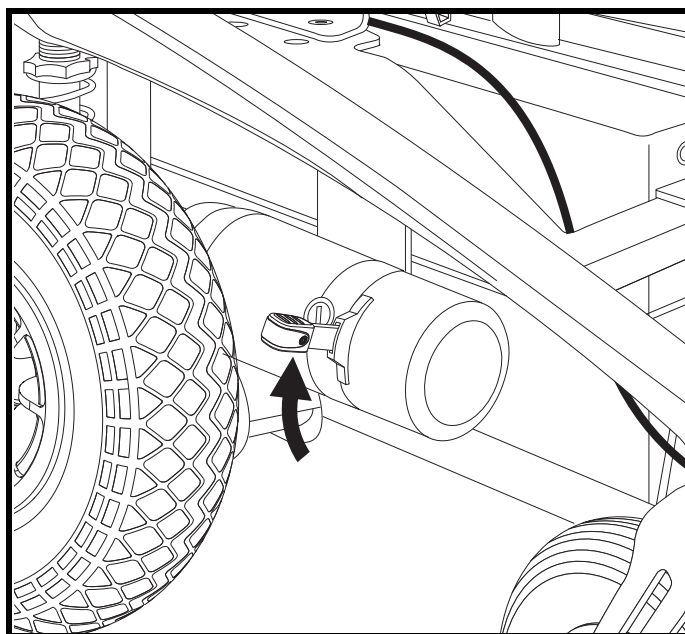

Figura 4. Modalità normale (trazione inserita)
2. Tirare su le due leve di sblocco ruote per guidare (motore guida attivato). **Vedere figura 4.**